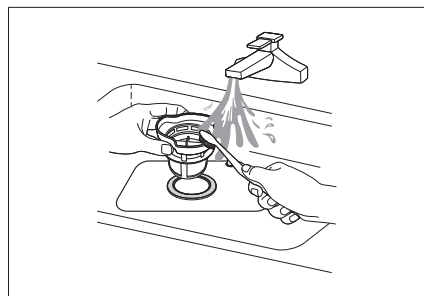

Fig. 20
- ▶ Lave los filtros con agua corriente y límpielos a fondo con un cepillo (véase **fig. 20**). Tras cada ciclo de lavado, compruebe si hay piezas grandes que bloquean el filtro y retírelas inmediatamente.